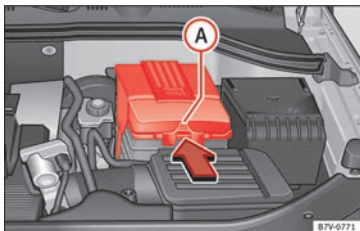

Fig. 247 I motorrummet: Sådan tages afdækningen til bilens batteri af.
- I tilfælde af en afdækning: Tryk tappen » » Fig. 247  i pilens retning, og tag afdækningen opad og af.